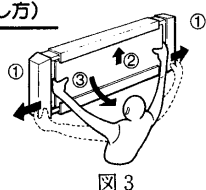

图 3
- ⑦電池のコネクターをユニットケースへ接続してください。結線の際には、電池ホルダー及び透過板の線まとのスペースにリード線を押し込み、影ができないように固定してください。(図3)
- ⑧表示板を、下図の要領で器具にはめ込んでください。
- ⑨取り付けが終了しましたら、器具が正常に動作するか、保守点検の要領をご参照のうえ、充電モニターの点灯確認と点検スイッチを引いて非常点灯の確認をしてください。